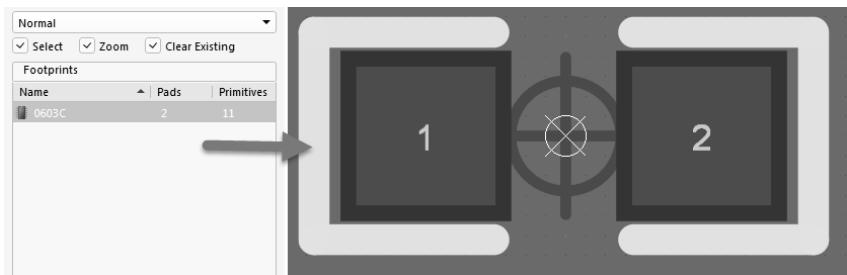

图 6-50 选择 0603C 封装
(1) 同样导入打开常用的封装库，选择 0603C 封装，如图 6-50 所示。